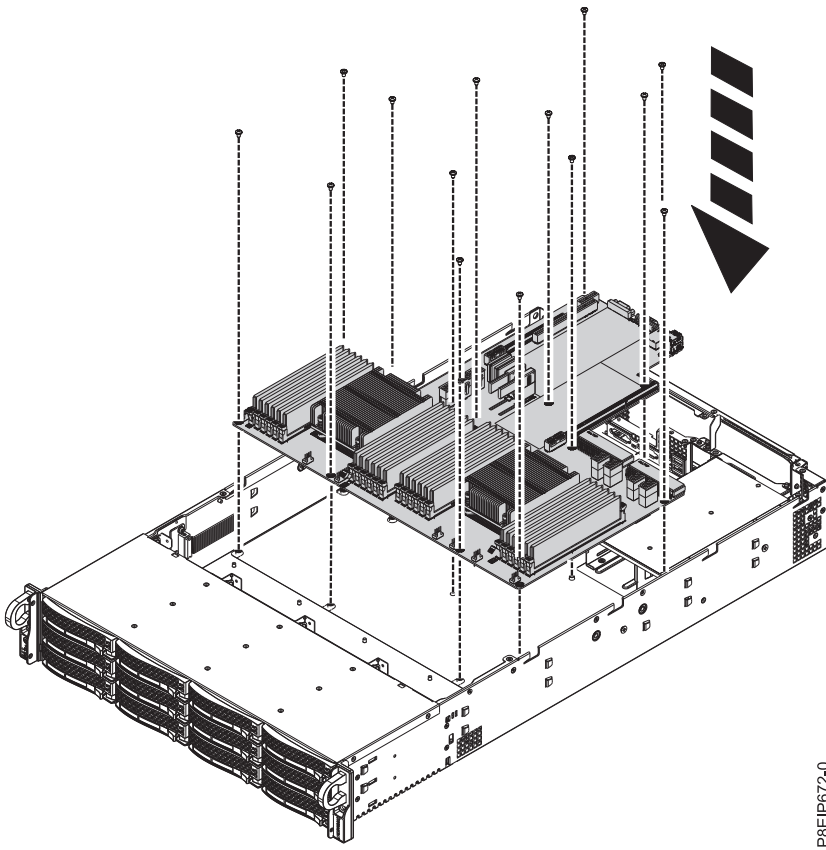

Figure 70. Remplacement du fond de panier système
12. En écartant les câbles avant et en maintenant soigneusement le dissipateur thermique du processeur, abaissez le fond de panier système dans le châssis puis faites-le légèrement glisser vers l'arrière. Voir figure 70, à la page 60.